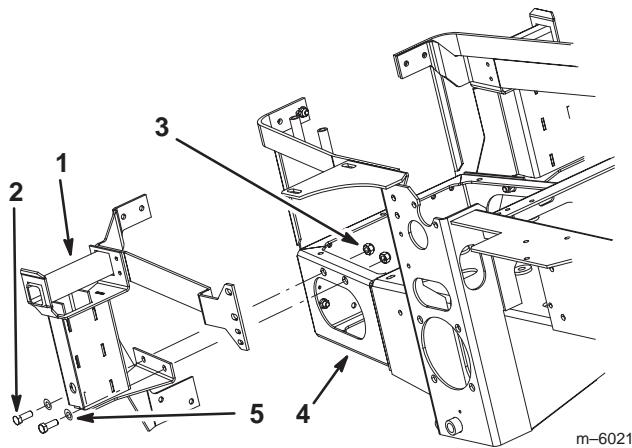

Bild 12
- Befestigen Sie die Graskollektorbefestigungshalterung mit zwei Schrauben (3/8 x 1 Zoll), zwei flachen Scheiben (3/8 Zoll) und zwei Bundmuttern (3/8 Zoll) seitlich an der hinteren Stoßstange (Bild 12).
3. Ziehen Sie die Graskollektorbefestigungshalterung seitlich an der hinteren Stoßstange fest (Bild 12). Siehe Drehmomenttabelle.